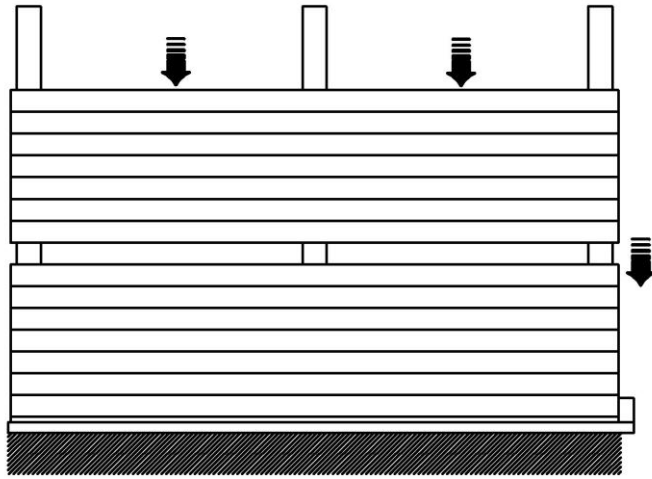
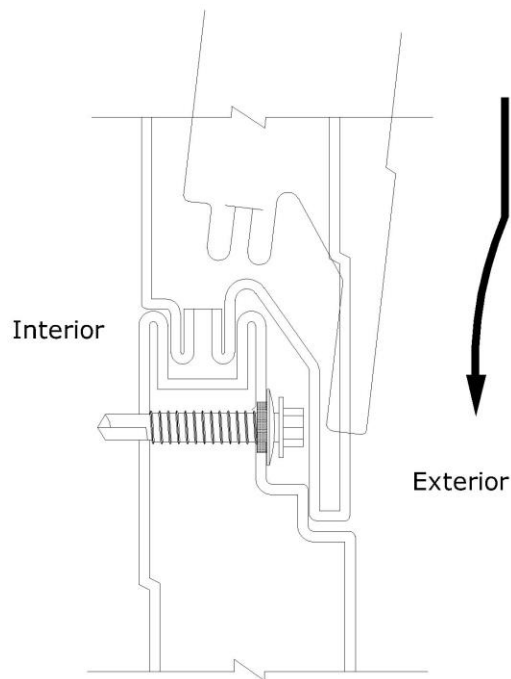

Fig. 18
Fig. 19
4.4.8 Para un correcto y fácil montaje, el 2º panel tiene que ser instalado por lo alto (Fig. 18) al panel ya fijado, insertándolo en el machihembre con una pequeña inclinación desde el exterior. (Fig.19)